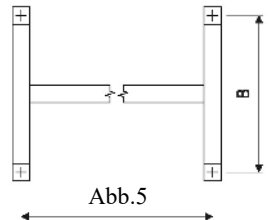

Abb.5
- **Keinesfalls darf die Oberfläche abgedeckt werden!** Es besteht Brandgefahr. Vor der Platte dürfen auch keine Möbel stehen (siehe Abb. 5), damit eine freie Luftzirkulation sichergestellt ist.
Deckenmontage (siehe Abb. 5)
- **Do not cover the panel in any situation.** The notice “NEZAKRÝVAT” (“DO NOT COVER”) notifies that any material covering the panel may cause a fire. Furniture must not be placed and curtains must not be hung in front of the panel (see Fig. 5) and free circulation of air must be ensured. Dust must be removed from the panel regularly, at least before the beginning of every heating season. Do not touch the panel when in the bathtub or shower!